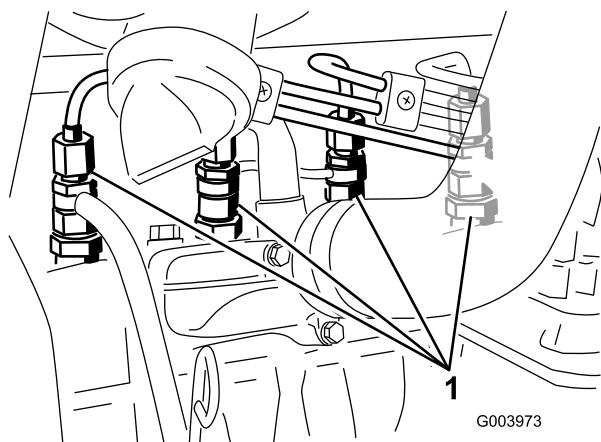

Figure 44
1. Desserrez le raccord entre l'injecteur n° 1 et le porte-injecteurs (Figure 44).